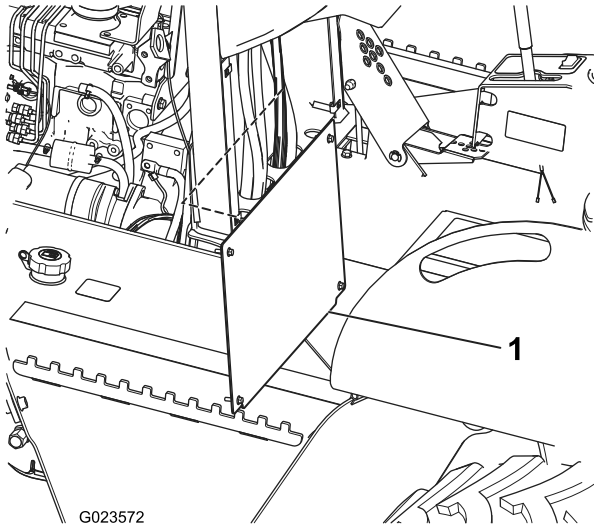

Figura 1
5. Afloje los 4 pernos que sujetan el panel de acceso situado delante del asiento de la unidad de tracción, y retire el panel (Figura 1).